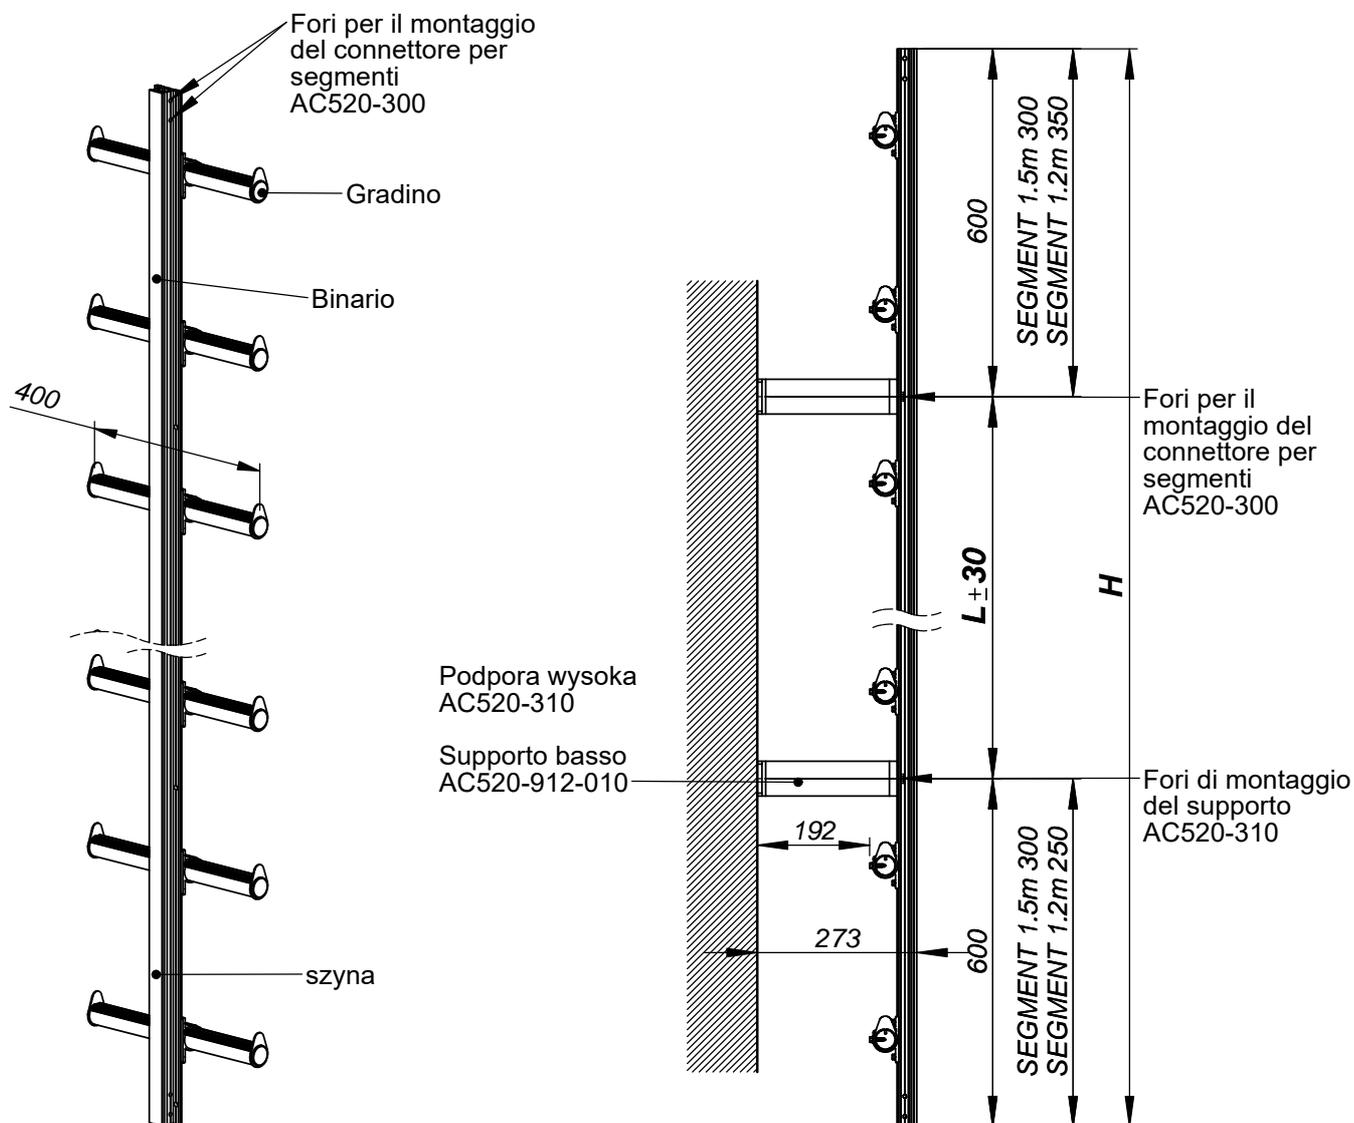

Fig. 5.2 AC520-100 Segmento intermedio della scala (struttura, componenti, dimensioni base).
5.2. AC502-100 - SEGMENTO INTERMEDIO DELLA SCALA (FIG. 5.2)